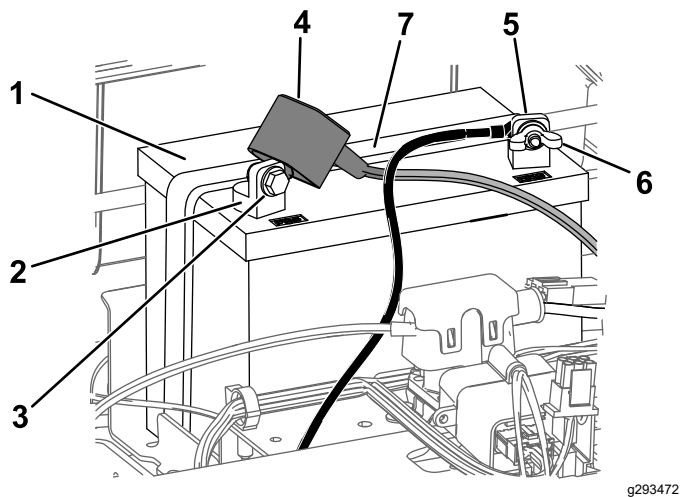

Figure 43
4. Débranchez le câble négatif (noir) de mise à la masse de la borne de la batterie (Figure 43).
- Débranchez le câble positif (rouge) de la borne de la batterie (Figure 43).
- Déposez la barrette de maintien de la batterie (Figure 43) et soulevez la batterie de son support.
- Placez la batterie dans son support (Figure 43).
- Fixez la batterie en place à l'aide de la barrette de maintien (Figure 43).